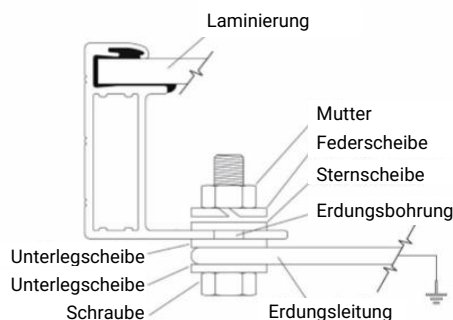

Abbildung 1
- Verwenden Sie M8-Schrauben und Unterlegscheiben, um das Erdungskabel und den Aluminiumrahmen durch die Erdungsbohrungen zu verbinden (siehe Abbildung 1). Das Anzugsdrehmoment beträgt 3-7 Nm. Alle Muttern und Unterlegscheiben sollten aus rostfreiem Stahl bestehen.